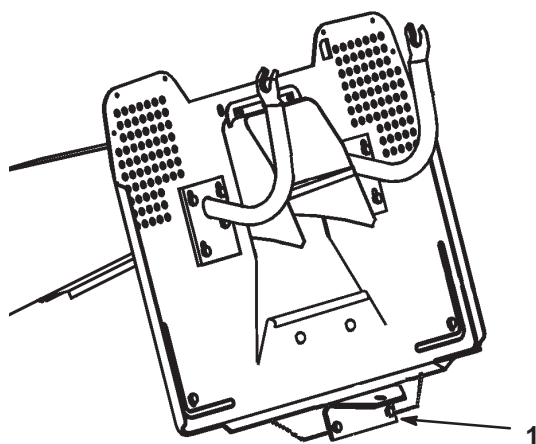

Bild 17
2. Installieren Sie die Zusatzgeräte an der Anbauvorrichtung, die sich hinten am Traktor befindet (Bild 17).